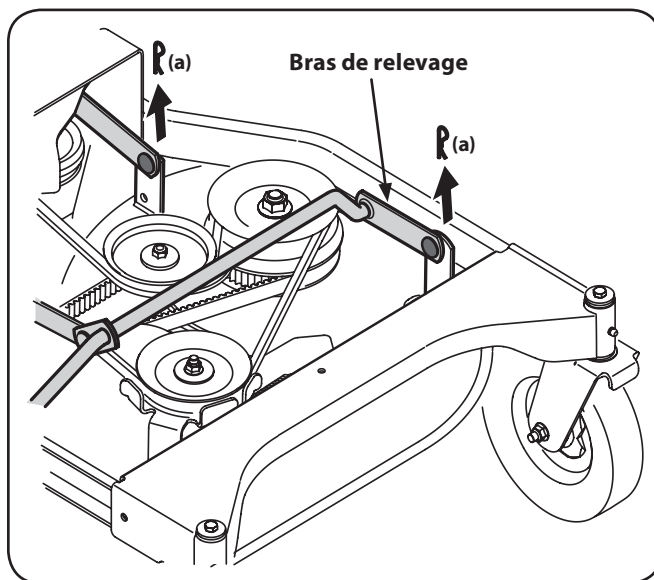

Figure 7-3
7. Placez-vous à la gauche du plateau de coupe et repérez les goupilles fendues (a) qui fixent les supports du plateau de coupe à l'arrière gauche et à l'avant gauche du plateau de coupe. Retirez les goupilles avec précaution. Voir Figure 7-3.
9. Retirez avec précaution les supports avant des bras de relevage du plateau de coupe. Voir Figure 7-3.